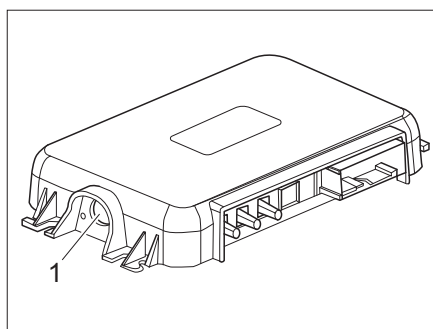

Bild 278 Kopplingsknapp på SCU
- Tryck på SCU:s kopplingsknapp (Bild 278,1). Fordon och mobiltelefon är nu ihopkopplade.